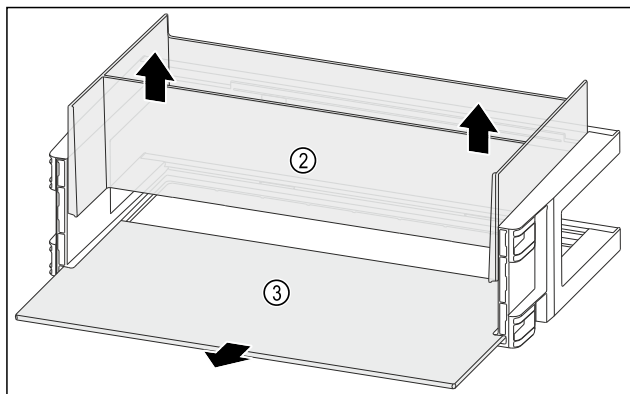

Fig. 141
- Organizer Fig. 141 (2) nach oben entnehmen.
- Abstellfläche Fig. 141 (3) entnehmen.